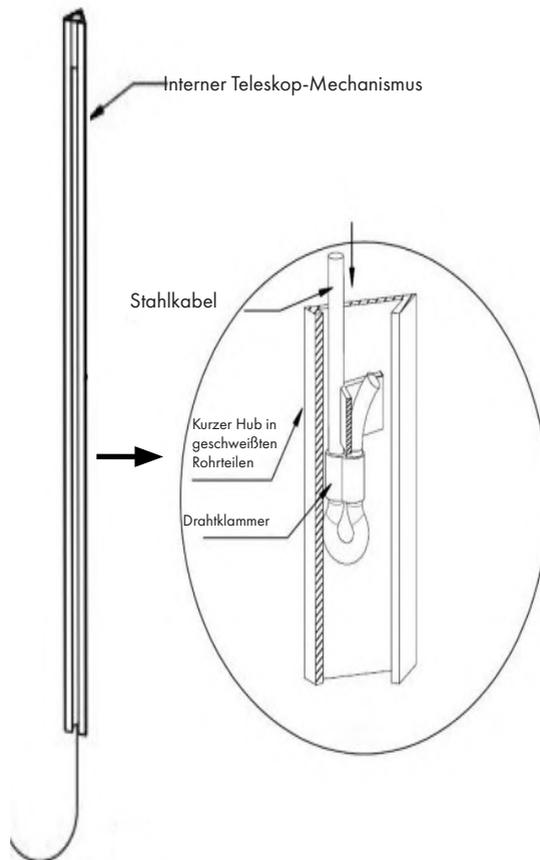

Abbildung 17
- In den zweiten internen Teleskopmechanismus führen Sie den Draht in umgekehrter Richtung durch eine Öffnung in Richtung seines oberen Teils ein. Befestigen Sie es mit einer Drahtklammer wie in Abb. 17 gezeigt.